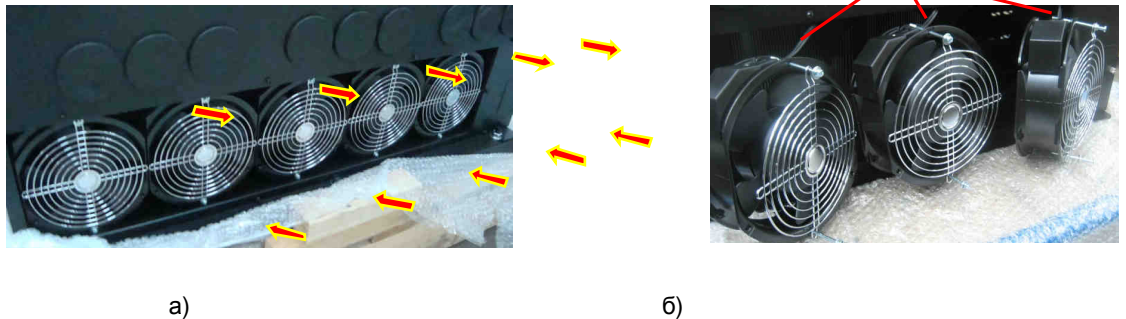

Рис. 6.9.
6.8.1. Выкрутить десять винтов крепления вентиляторов охлаждения радиатора (рис. 6.9а) и положить их в тару.
6.8.2. Достать из корпуса вентиляторы, отключить шнуры питания (рис. 6.9б), демонтировать решётки вентиляторов и положить вместе с вентиляторами в тару.